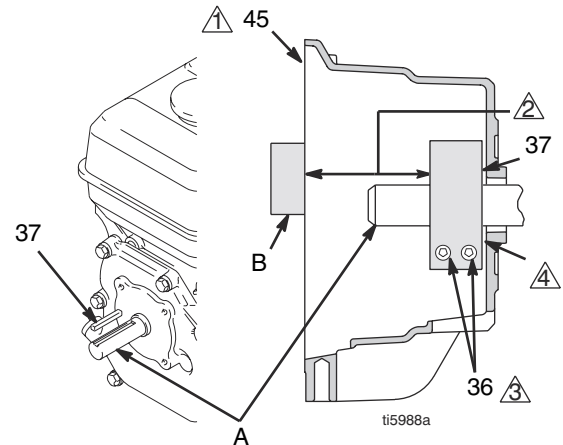

ABB. 10
4. ABB. 10. Die zwei Schrauben (36) an der Klammer (38) lösen.
5. Einen Schraubenzieher in den Schlitz in der Klammer (38) drücken und die Klammer entfernen.
1. ABB. 10. Motorwellenkeil (37) einbauen
2. Die Klammer (38) auf die Motorwelle (A) klopfen. Den unter Hinweis 2 angegebenen Abstand einhalten. Die abgeschrägte Seite muss zum Motor gerichtet sein.
3. Abstand überprüfen: Einen steifen, geraden Stahlblock (B) über die Vorderfläche des Kupplungsgehäuses (45) legen. Mit einem genauen Messgerät den Abstand zwischen dem Block und der Vorderfläche der Klammer messen. Die Klammer nach Bedarf einstellen. Die beiden Schrauben (36) mit einem Drehmoment von $14 \pm 1,1$ Nm festziehen.